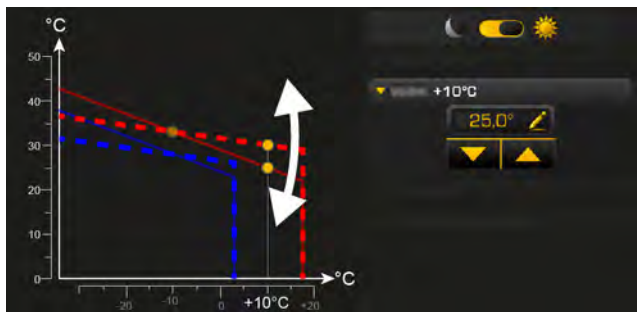

Abb. 5-76: Heizkurve anpassen (bei Außentemperaturen über dem Gefrierpunkt)
- Sind die Räume im Heizbetrieb (innerhalb der eingestellten Heizzeiten) ständig zu kalt muss die Heizkurve angepasst werden. Siehe Kapitel Abb. 5-76: "Heizkurve anpassen \(bei Außentemperaturen über dem Gefrierpunkt\)".